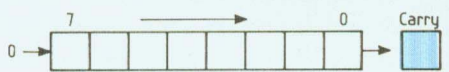

Fig. 22
**LSR** : Même opération que ci-dessus, mais à droite (figure 22).